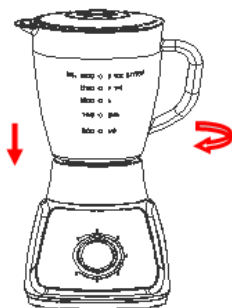

Рис. 5
3) Наконец, установите собранный блок чаши на блок мотора, ориентируясь на полоску на дне чаши (См. Рис. 5)